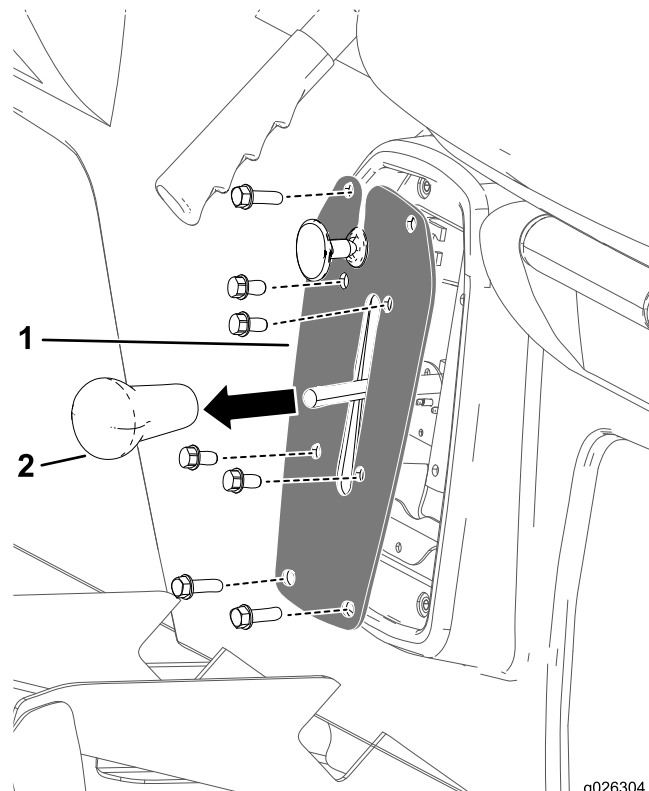

Figura 39
- Îndepărtați măciulia de la maneta schimbătorului de viteze (Figura 39).
- Îndepărtați cele 4 uruburi care fixează placa schimbătorului de viteze pe suportul schimbătorului (Figura 39).
- Îndepărtați cele 4 uruburi care fixează placa schimbătorului de viteze pe baza scaunului și îndepărtați placa (Figura 39).
4. Înurubați măciulia la maneta schimbătorului de viteze i strângeți-o manual (Figura 39).